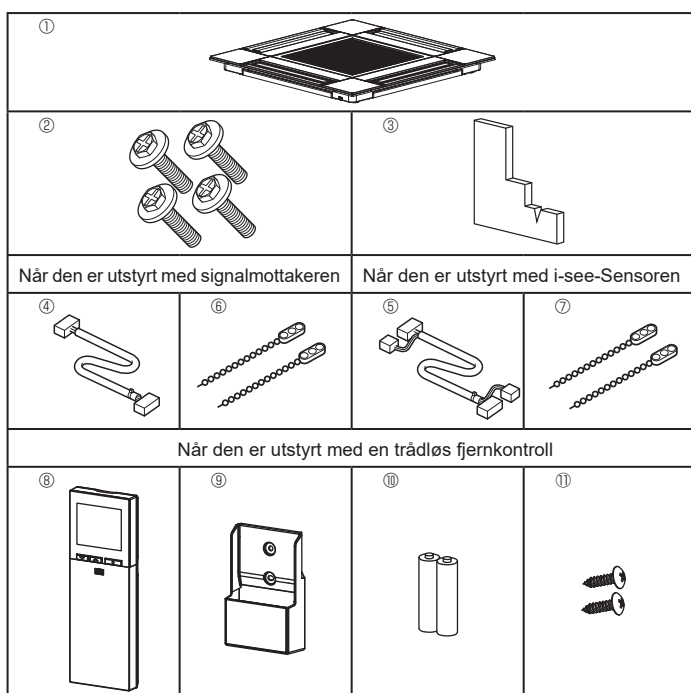

Fig. 10-1
10.1. Sjekk grillens tilbehør (Fig. 10-1)